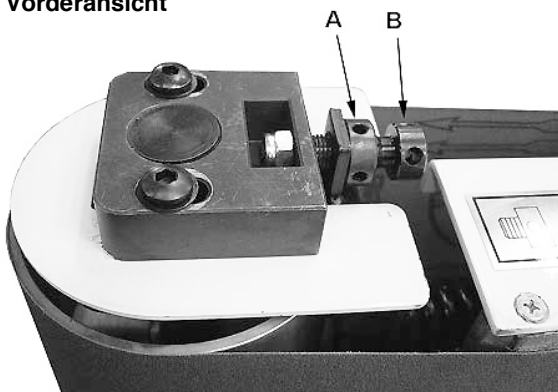

Abb. 8: Einstellung des Bandlaufs
Schritt 2: Das mitgelieferte Einstellwerkzeug in die Bohrung A (Abb. 8) einsetzen und zum Lösen der Einstellvorrichtung vom Einsteller weg drehen.
Schritt 4: Die Einstellvorrichtung arretieren, dazu das mitgelieferte Einstellwerkzeug in die Bohrung A (Abb. 8) einsetzen und zum Einsteller hin drehen.